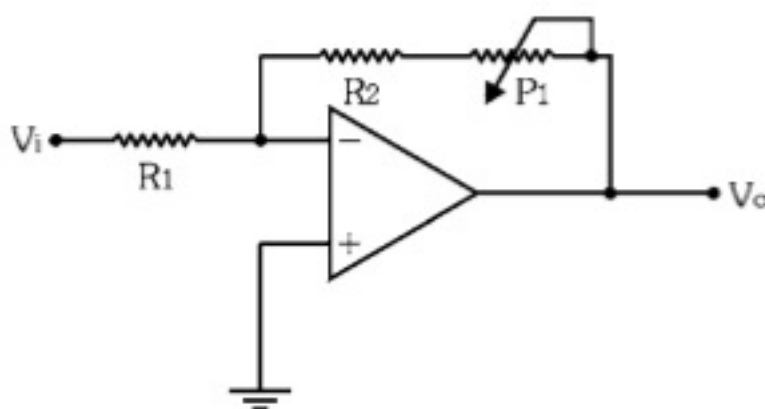

Figura 8.41 - Amplificador inversor.
8.1) O circuito da Figura 8.41 é um amplificador inversor cujo ganho varia entre  $-10$  e  $-110$ . Calcule  $P_1$ .